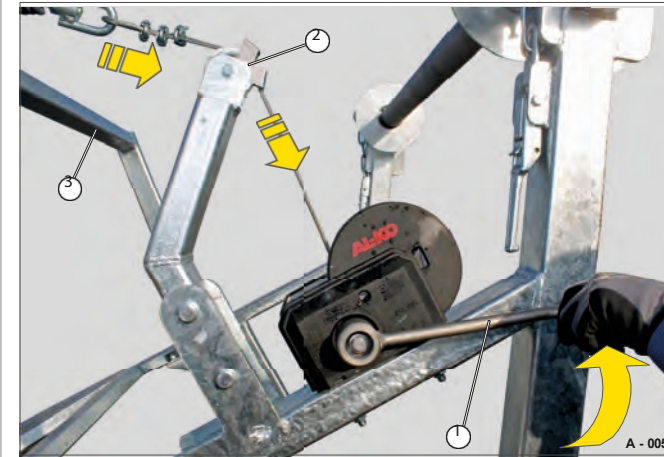

Fig. 24 Lyfta upp bromsramen
- Veva handveven (Fig. 24/1) moturs.
Vajern förs över styrskivan (Fig. 24/2) och lindas upp.
Bromsramen (Fig. 24/3) lyfts och trycks mot trumman.